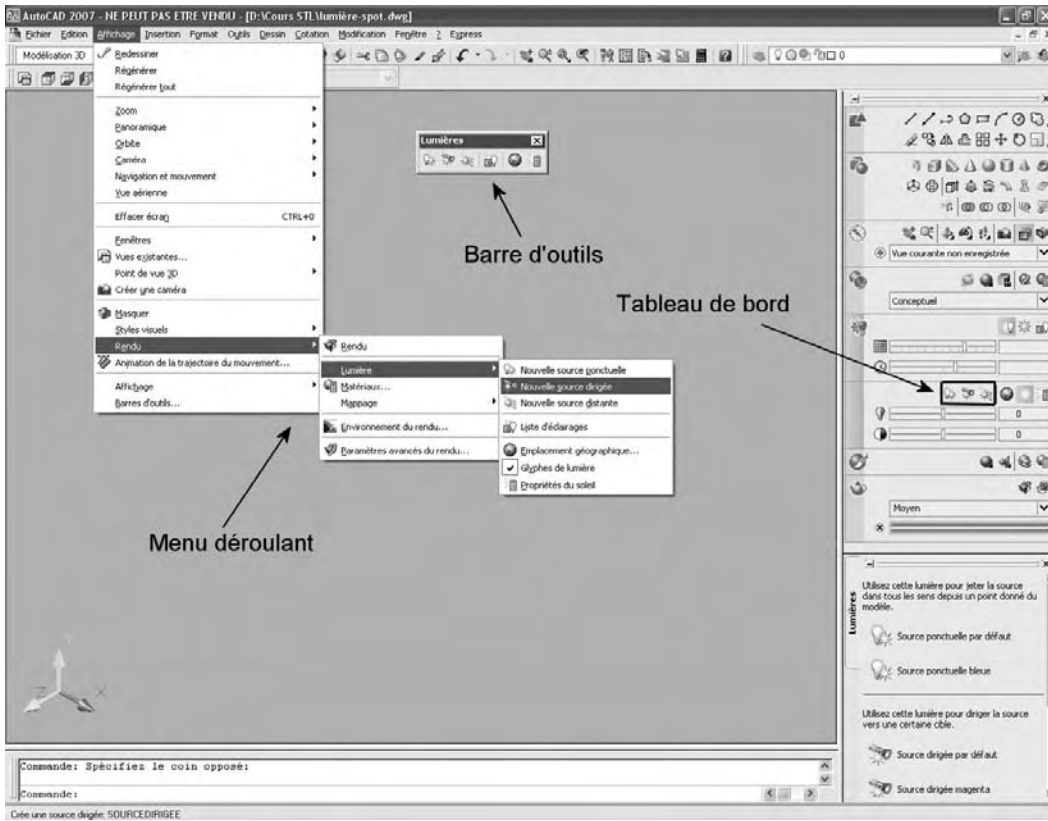

Fig.10.1
**Vous pouvez utiliser plusieurs interfaces pour créer une source lumineuse (fig.10.1) :**